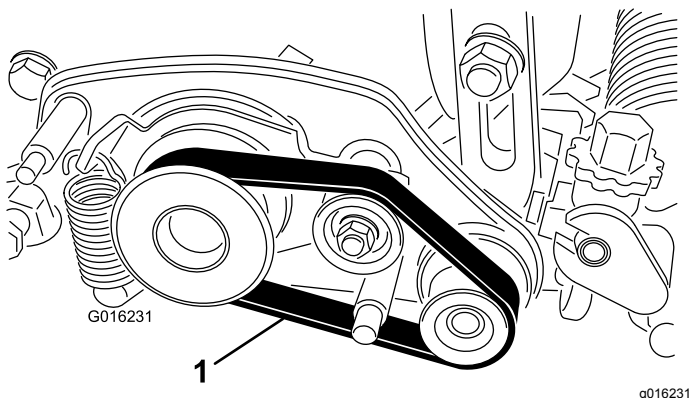

Figura 16
36. Posizionate la cinghia sulla puleggia motrice, sulla puleggia tendicinghia e sulla puleggia condotta come mostrato in Figura 16.